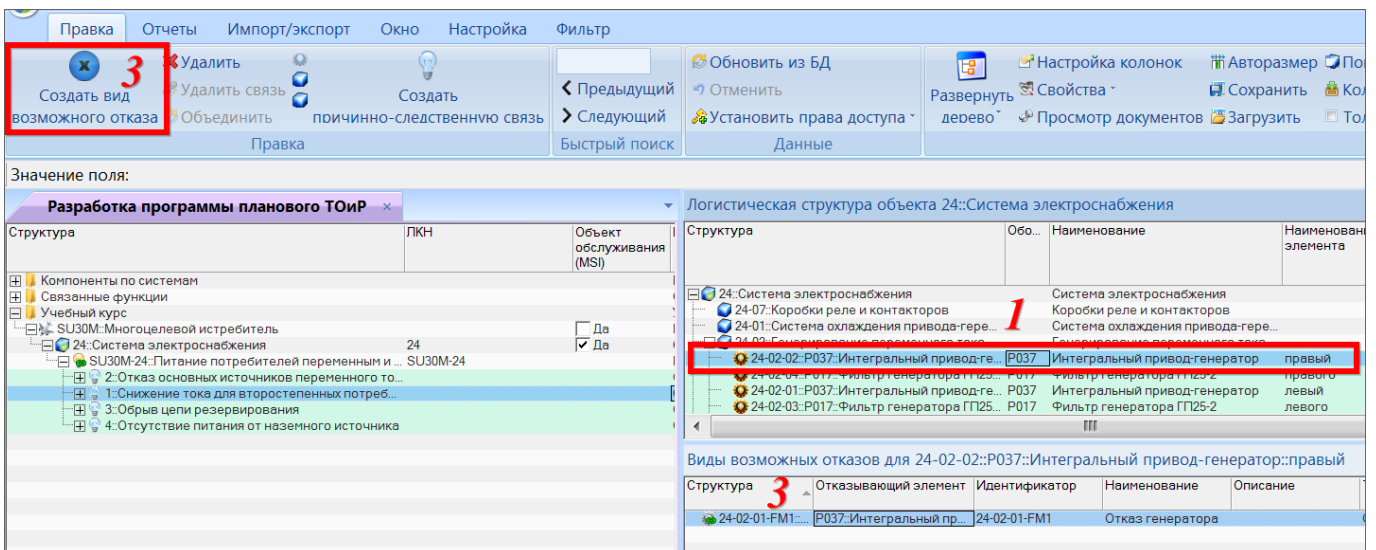

Рис. 11-16 – Создание КО
4) В окне «Логистическая структура объекта» выбрать элемент, для которого следует создать КО (1 на рис. 11-16).
5) Перейти в связанное окно «Виды возможных отказов» (2) и нажать кнопку «Создать вид возможного отказа» панели «Правка» (3).